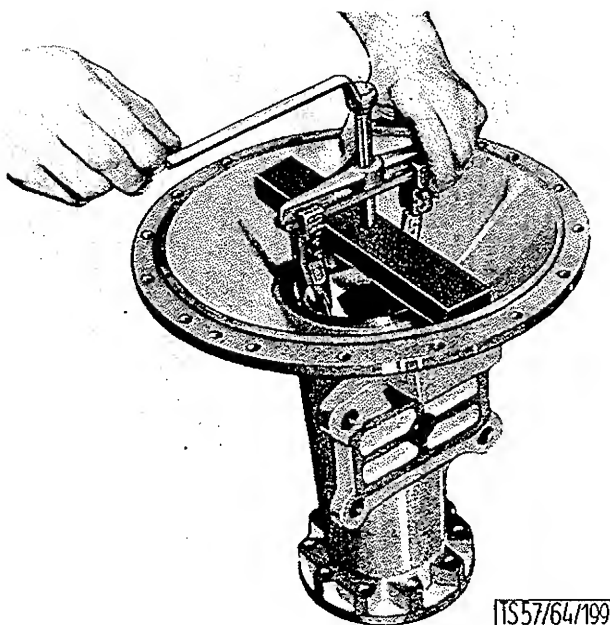

BILD 35 :Außenring des Kegelrollenlagers herausziehen
3. Zahnflankenspiel zwischen Tellerrad und Ritzel an verschiedenen Stellen kontrollieren. Es soll zwischen 0,20 und 0,25 mm liegen. Entspricht das Spiel nicht, dann muß die Vorderachse auseinander geschraubt und das Differentialgehäuse herausgehoben werden. Nun können die Außenringe der Kegelrollenlager mittels Einheitsvorrichtung herausgezogen (Bild 35) und die Einstellscheiben (25/1 und 7) untereinander ausgetauscht werden. Es dürfen weder Einstellscheiben entfernt noch dazugegeben werden, um die Vorspannung der Kegelrollenlager zum Differentialgehäuse nicht zu ändern.